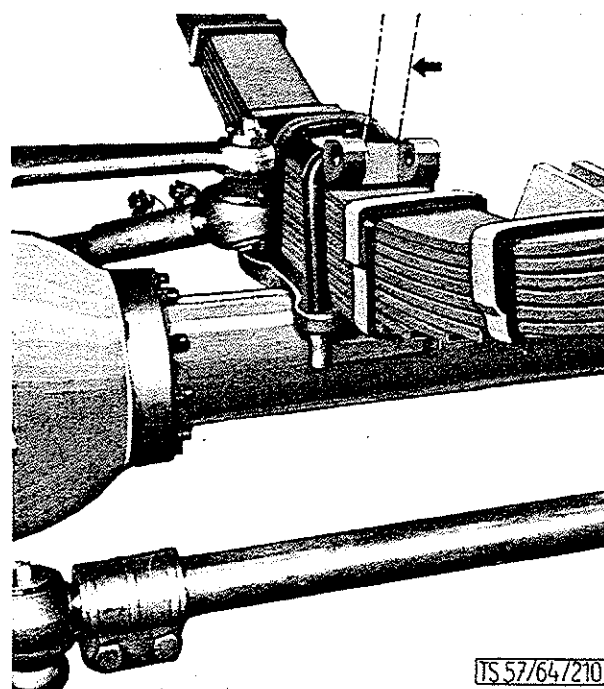

BILD 10: Stellung der Federspannplatten
- a) Die Federspannplatten müssen so montiert werden, daß die schräg gefräste Aussparung für den Stoßdämpfer nach oben zusammenläuft (Bild 10)